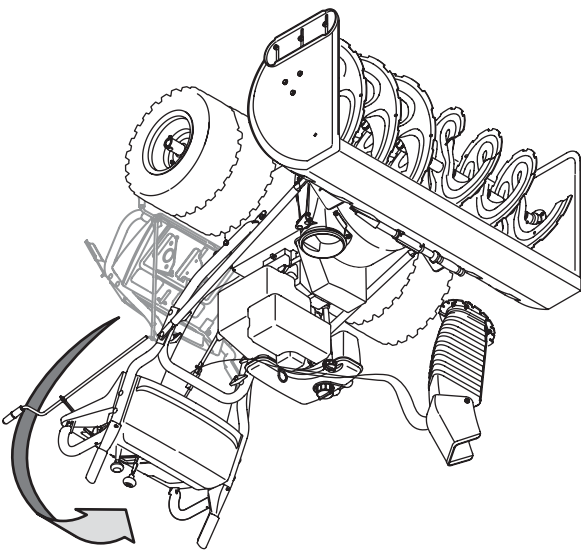

Figure 1
- Relevez le guidon supérieur jusqu'à ce qu'il s'emboîte sur le guidon inférieur. See Figure 1.